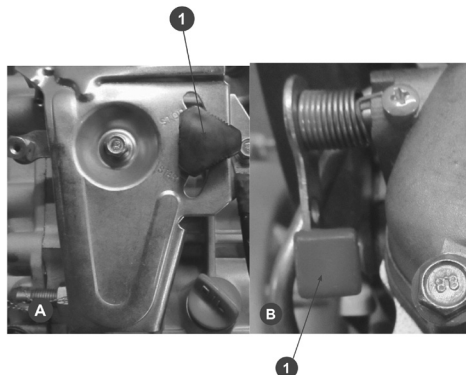

Рис.12
3. Переведите рычаг регулировки оборотов (1) в положение «старт» Рис.12 (А).
4. Ключ зажигания установите в положение включено (ON).
6. Нажмите рычаг декомпрессора (2) вниз Рис.12 (В) (он автоматически вернется в исходное положение, после запуска или когда вы снова потяните шнур стартера).
- После запуска рычагом (1) установите необходимое количество оборотов двигателя.